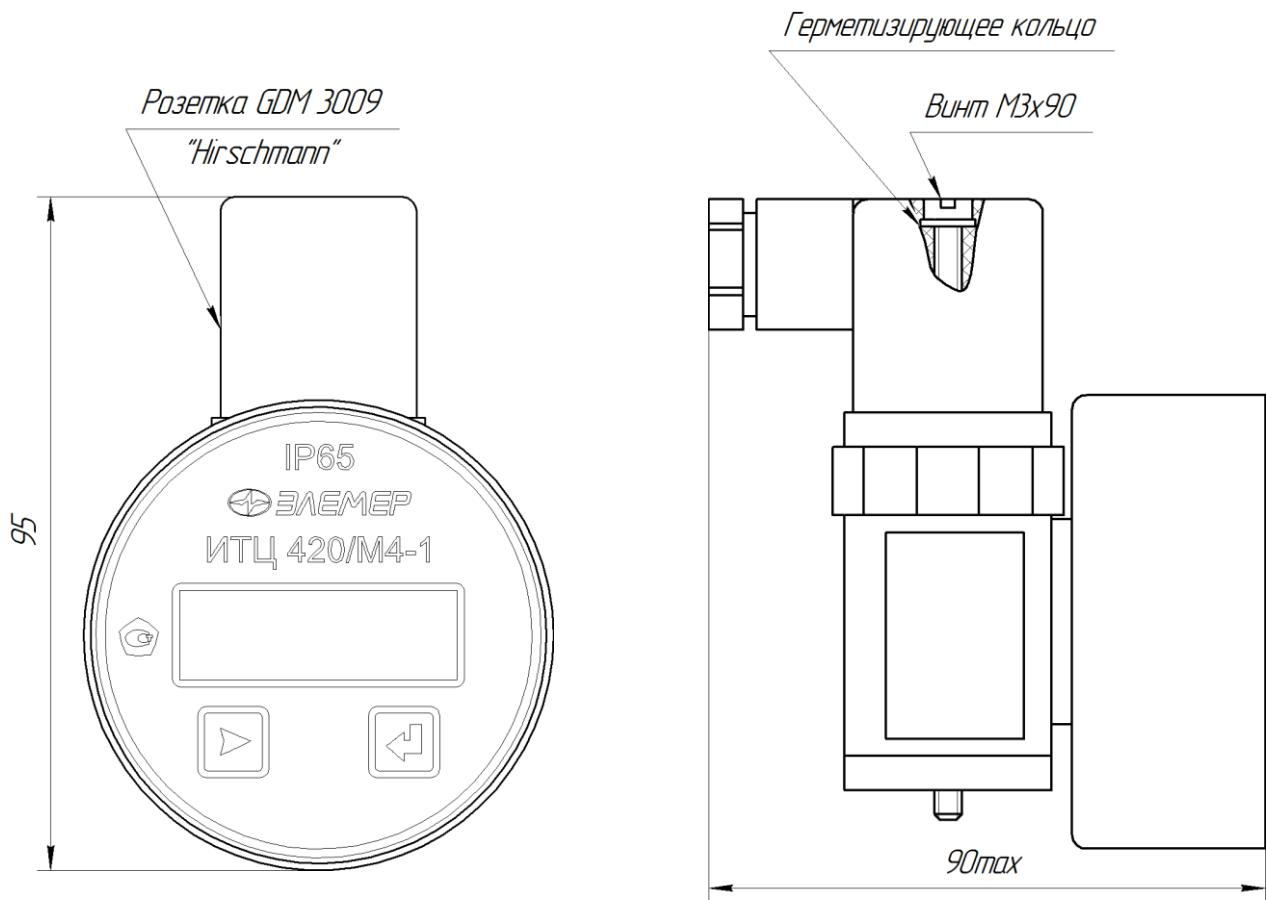

Рисунок 3.2
- крепление всех составляющих в единое целое винтом M3x90 с использованием герметизирующего резинового кольца (см. рисунок 3.2).